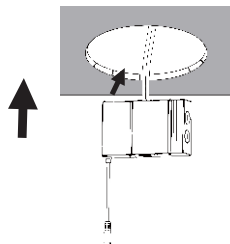

Fig.5
- Place the driver box into the ceiling and connect the fixture to the driver box. (Fig.5) Placez le boîtier du pilote dans le plafond et connectez le luminaire au boîtier du pilote. (Fig.5)